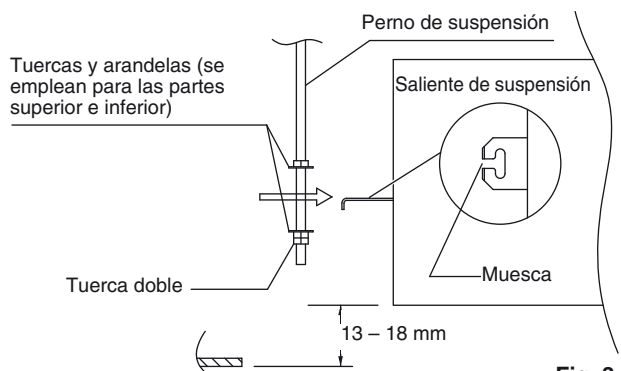

Fig. 3-5
- (3) Enrosque las 3 tuercas hexagonales (adquiridas en el sitio) y las 2 arandelas (suministrada) en cada uno de los 4 pernos de suspensión (Fig. 3-5). Utilice 1 tuerca y 1 arandela para el lado superior y 2 tuercas y 1 arandela para el lado inferior, de modo que la unidad no se caiga de los salientes de suspensión.